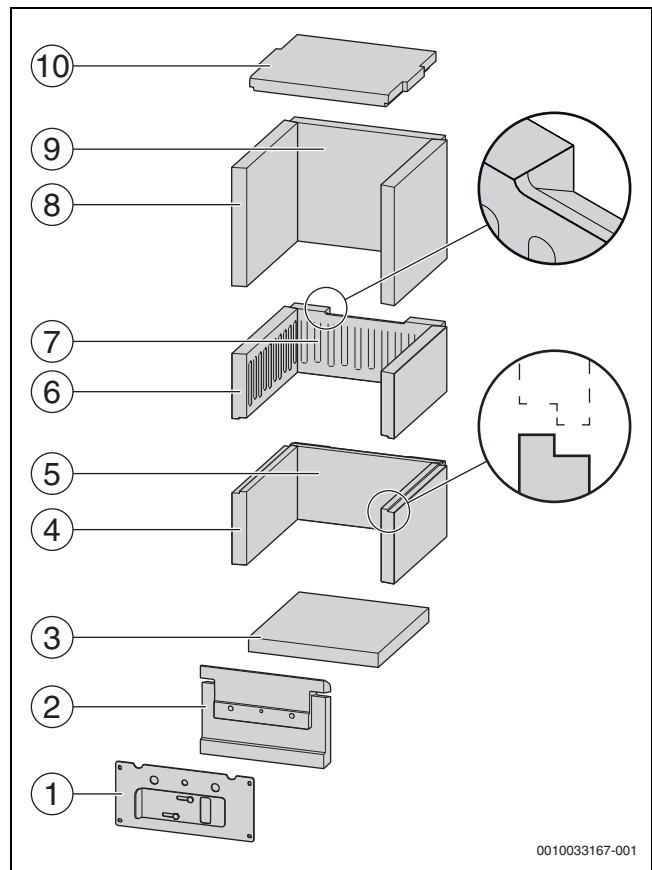
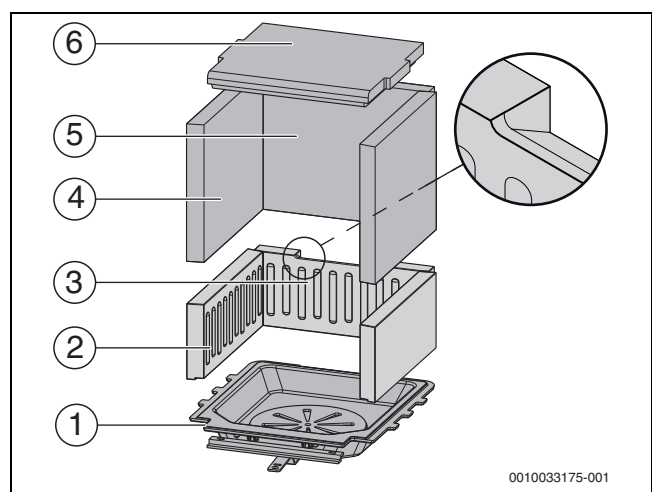

Bild 15 Feuerraumauskleidung – Heizeinsatz Mulde
Bild 16 Feuerraumauskleidung – Heizeinsatz Rost
Nach ca. 2000 kg verbranntem Buchenholz oder 1500 kg Braunkohlebriketts (Heizeinsatz Rost) muss der Heizeinsatz zusätzlich im oberen Bereich gereinigt werden (Heizeinsatz Mulde → Bild 15), (Heizeinsatz Rost → Bild 16).
- ▶ Umlenkstein (→ Bild 15, [10], Bild 16 [6]) anheben.
- ▶ Seitenstein Feuerraum oben (→ Bild 15, [8], Bild 16 [4]) herausnehmen und außerhalb des Heizeinsatzes lagern.
- ▶ Umlenkstein (→ Bild 15, [10], Bild 16 [6]) und Seitenstein Feuerraum oben (→ Bild 15, [8], Bild 16 [4]) wieder einsetzen.